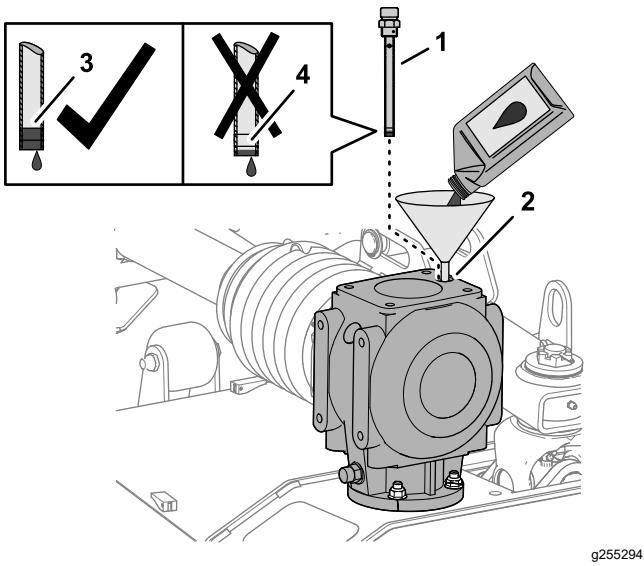

Рисунок 63
1. Долейте 1,06 л трансмиссионного масла указанного типа в редуктор через отверстие для масломерного щупа (Рисунок 63).
2. Заверните масломерный щуп в отверстие, выверните щуп и проверьте уровень масла по щупу (Рисунок 63).
4. Заверните масломерный щуп в заливное отверстие и затяните его Рисунок 63.